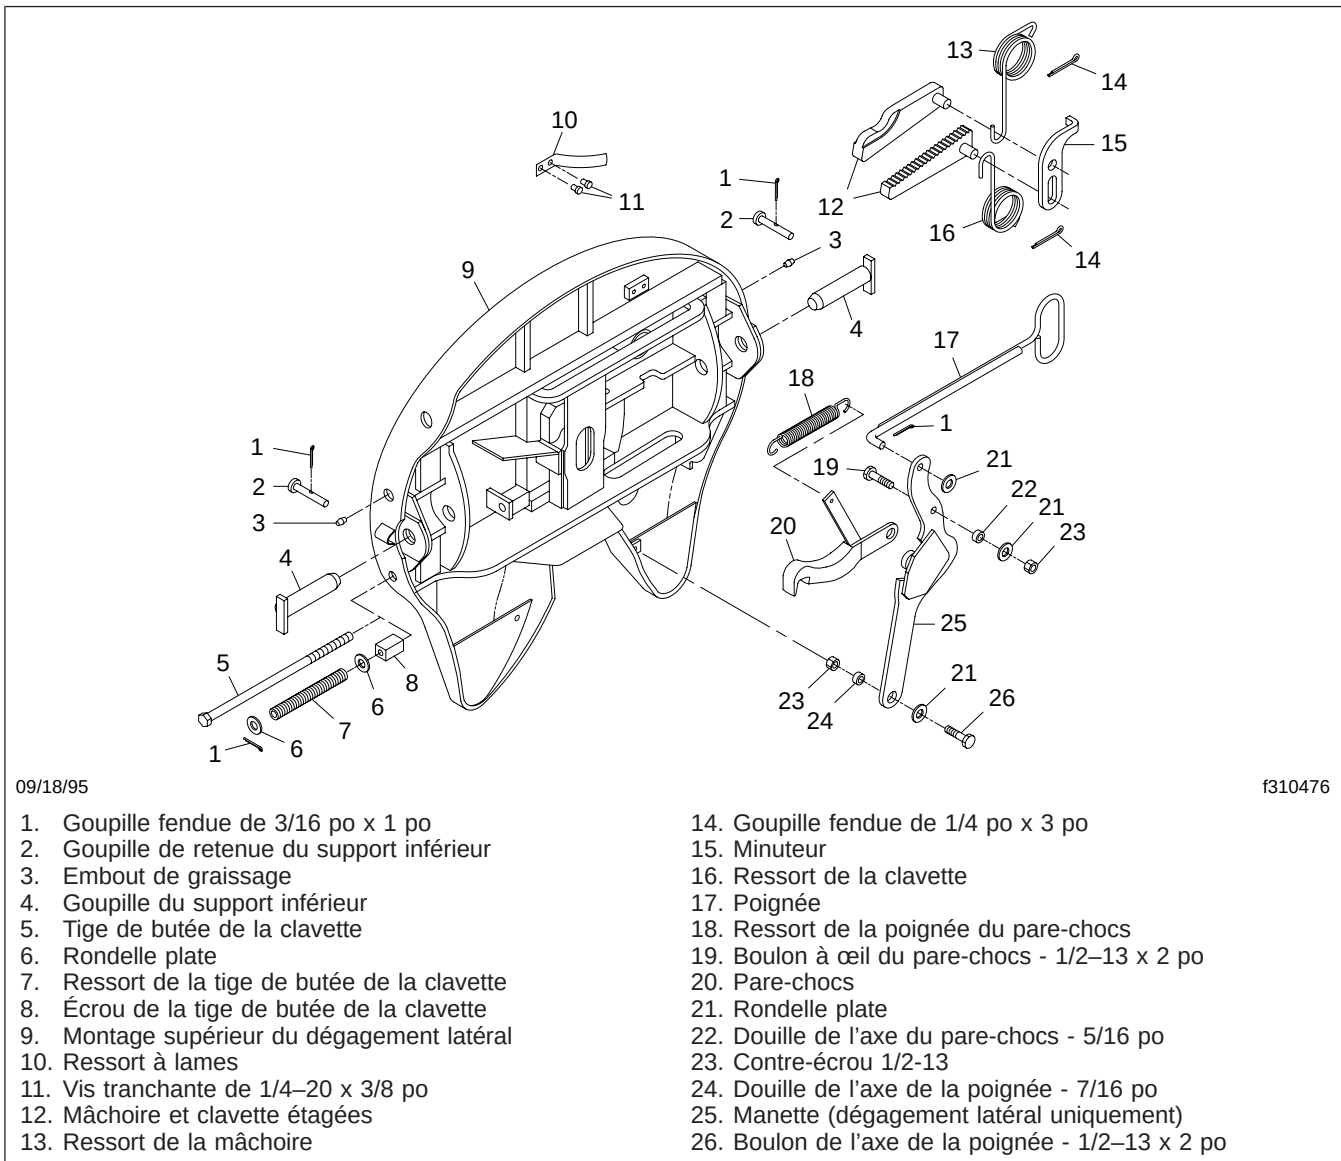

Fig. 1, Sellette d'attelage Fontaine, série H5092 (dégagement à gauche illustré)
6. Vérifiez s'il n'y a pas d'écrous ou de boulons desserrés (**figure 1**) sur la sellette d'attelage et le support. Placez la clé dynamométrique au couple maximal pour le boulon que vous vérifiez et assurez-vous que le couple est conforme aux spécifications. Ne desserrez pas le boulon pour vérifier le couple. Reportez-vous au **groupe 31** du manuel d'atelier du véhicule (en anglais) pour les spécifications relatives aux couples des boulons.